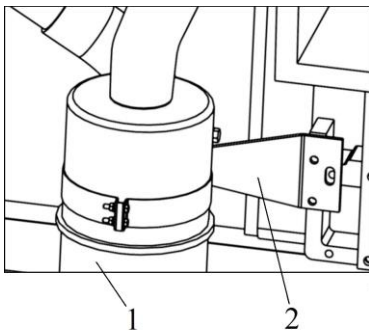

Рисунок 5 – Вид трактора слева:
3. Снять фильтр воздушный поз. 1 с кронштейном поз. 2(рис. 5) и патрубки резиновые с трактора.
Установить кронштейн фильтра воздушного поз. 3 и патрубки резиновые при необходимости фильтр сместить по пазам кронштейна. (см. рис. 5).